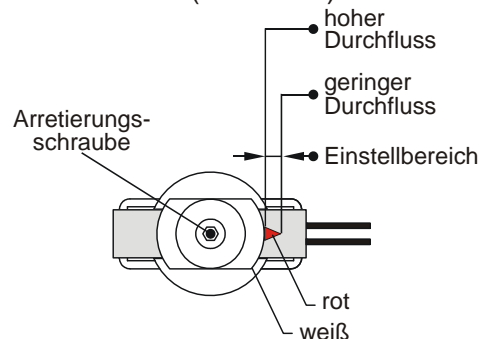
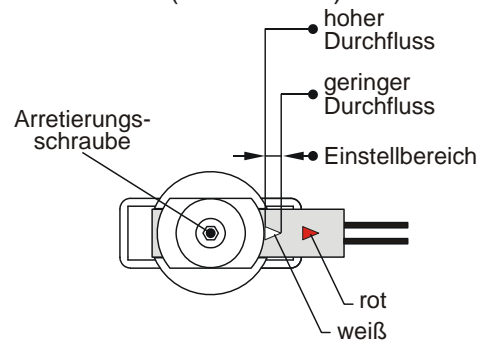

Abb. 18
Abb. 19
- ☞ Danach lösen Sie die Arretierungsschraube (Innen-sechskant SW2,5 bei Messing- und Edelstahlausführung bzw. Kreuzschlitz bei Kunststoffausführung) und verschieben die Schalteinheit so weit, dass bei gewünschtem Arbeitskontakt (→ Abb. 18) der rote bzw. bei Ruhekontakt (→ Abb. 19) der weiße Pfeil am Eingang der Führung der Schalteinheit sichtbar ist.